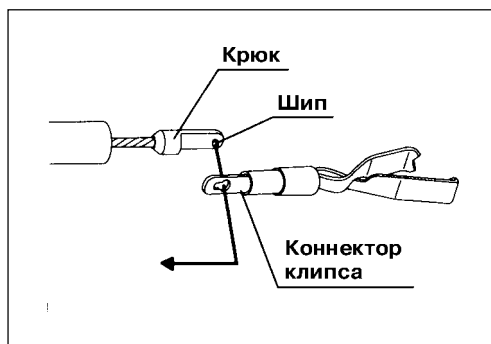

Рис. 3.7.
3. Совмещая более широкую часть отверстия в коннекторе клипса с шипом на крюке, вставьте шип крюка в отверстие (см. рис. 3.7, 3.8 и 3.9). Затем втяните клипс в направлении дистального конца.